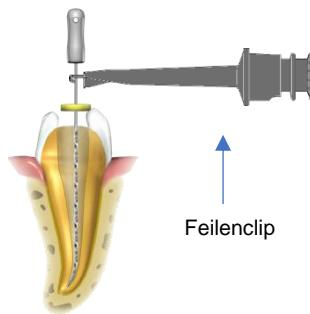
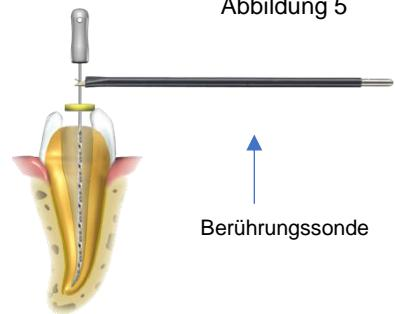

Abbildung 6
Abbildung 7
3. Führen Sie die Feile vorsichtig in den Kanal ein und verbinden Sie den Feilensclip mit dem Metallschaft der Feile - siehe Abbildung 6. Alternativ können Sie auch die Berührungssonde verwenden, um einen elektrischen Kontakt mit der Wurzelkanal-Feile herzustellen - siehe Abbildung 7.